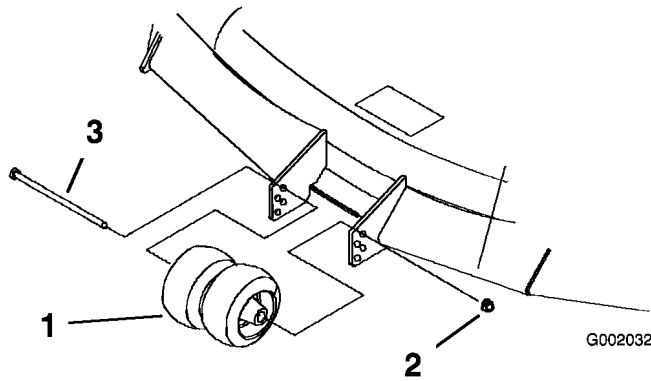

Figure 21
- Lorsque la hauteur de coupe est réglée, enlevez le boulon et l'écrou (Figure 21).
4. Choisissez le trou qui convient pour que les galets centraux se trouvent le plus près possible de la hauteur de coupe correspondante voulue (Figure 21).
5. Posez le boulon, les galets centraux et l'écrou (Figure 21).